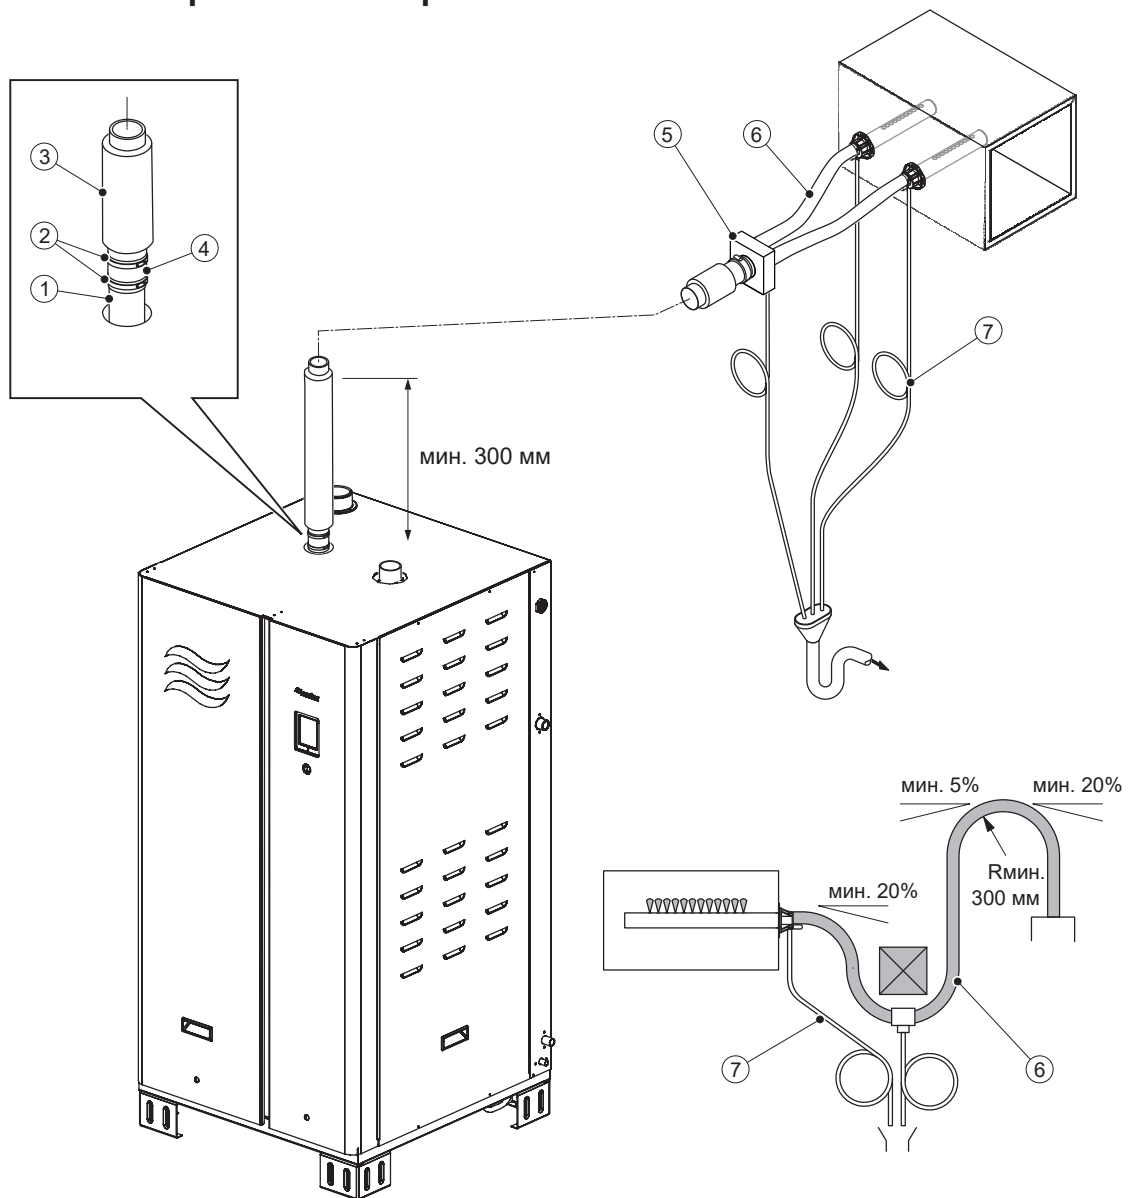
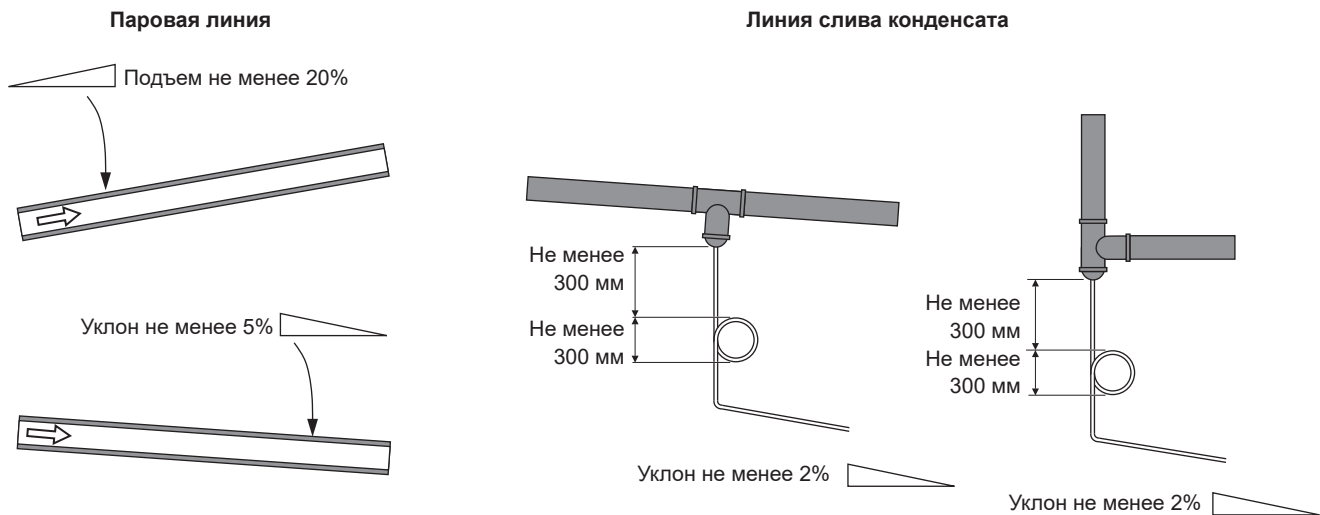

Рис. 9: Монтаж паровой магистрали
Рис. 10: Линии пара и конденсата
- Вертикальный прямой участок линии пара на выходе из увлажнителя должен составлять не менее 300 мм; см. рис. 9, стр. 27. Линия пара должна прокладываться с уклоном не менее 20% в сторону увлажнителя или уклоном не менее 5% в сторону парораспределителя; см. рис. 10, стр. 30.
- Во всех нижних точках линии конденсата и в переходах с горизонтального на вертикальный участок необходимо установить конденсатоотводчики. Линию конденсата необходимо соединять с паровой линией полноразмерным тройником. См. рис. 10, стр. 30.